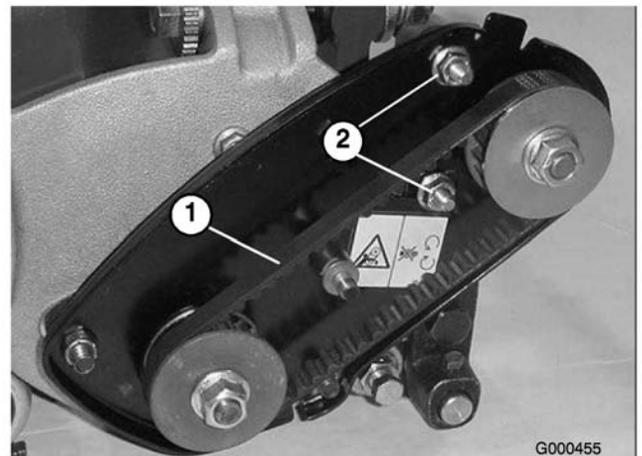

図 32
- A. ベアリング・ハウジング取り付けナットをゆるめる（図 32）。
C. ベアリング・ハウジング取り付けナットを締め付ける（図 32）。ベルトを締め付けすぎないように注意する。